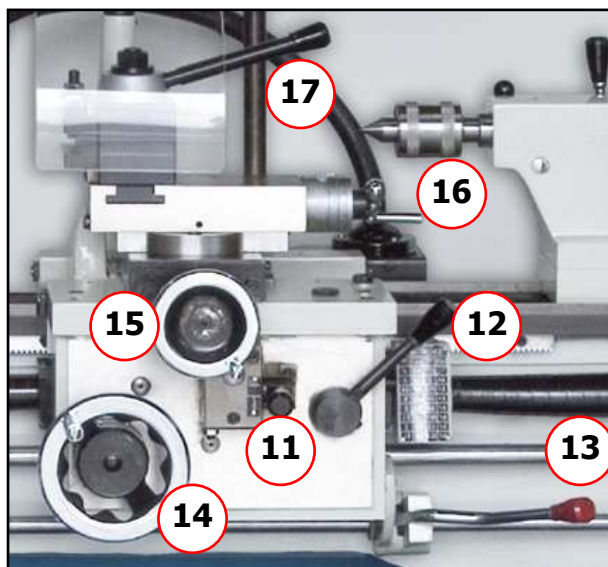

Figura 27 – Volantini e leve del carrello.
Sul carrello porta utensile vi sono dei volantini per l'avanzamento trasversale e longitudinale in manuale (Figura 27). Ciò, ovviamente oltre alle leve descritte nel paragrafo precedente.
5. Inserire l'utensile sulla torretta del carrello porta utensile, e fissarlo con l'apposita leva di bloccaggio (rif. 17 in Figura 27).
6. Regolare la posizione del carrello e delle slitte porta utensile, utilizzando le leve ed i volantini appositi (vedere la Figura 27).
10. Spostare la leva di avviamento del mandrino per dare inizio alla rotazione del mandrino, scegliendo allo stesso tempo il senso di rotazione (rif. 13 in Figura 27).